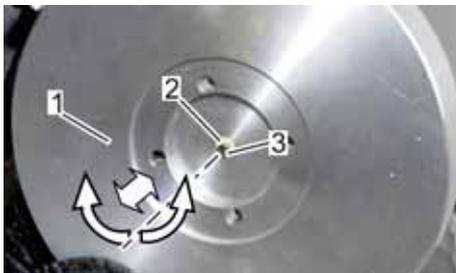

Abb. 115: Messwerkflansch prüfen
10. Im Messwerkflansch (Abb. 115/1) das Gleitlager (Abb. 115/2) mit einem sauberen Ventilkegel (Abb. 115/3) auf Ausschlagung oder un rundes Verhalten (Abb. 115/Pfeile) prüfen.